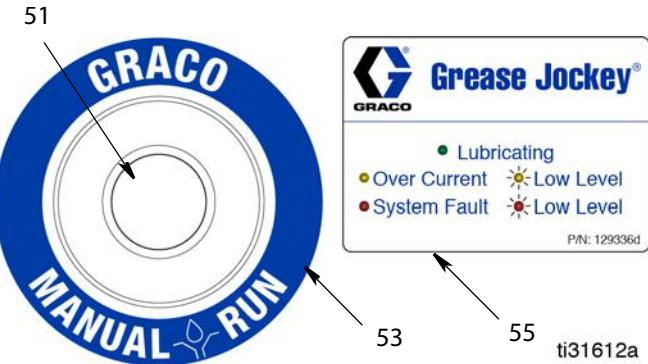

Рис.16
- Очистите поверхность вокруг внешнего края кнопки (1). Расположите этикетку (53) вокруг кнопки и наклейте (Рис.16).